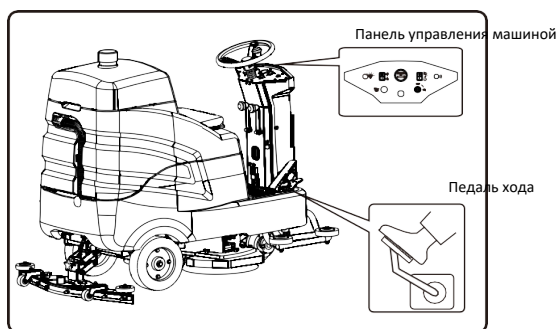

рис.6
3. За уровнем воды в баке следите по мерной трубке уровня воды (см. рис.6)